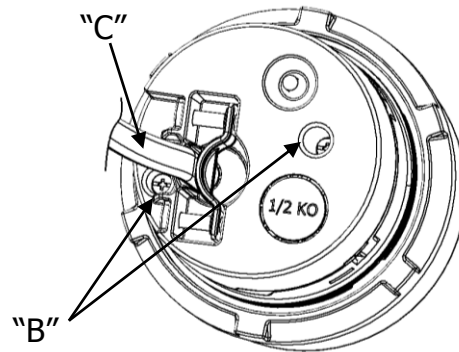

Fig. 3
- Pour les câbles sous gaine non métallique n° 14 AWG, retirer la débouchure en demi-cercle "E" du boîtier de câblage en aluminium "A" (consulter la Fig. 4). Retirer la gaine du câble pour exposer les fils sur 10 cm. et faire passer le câble par la fente. Fixer le câble à la gaine avec le serre-cordon (Fig. 3), puis serrer à un couple de 0,9-1,1 N•m.
- For #14 AWG non-metallic sheathed cable, remove the semicircle Knockout "E" from aluminum wiring housing "A" (see Fig. 4). Remove cable jacket to expose 4 inch long wires, feed the cable through the slot, secure the cable on the jacket with the wire clamp (Fig.3), torque to 8-10 lb•in [0.9-1.1 N•m].
- Pour les câbles sous gaine non métallique n° 14 AWG, retire el semicirculo Knockout "E" de la caja de cableado de aluminio "A" (ver Fig. 4). Quitar el forro del cable para exponer los cables 4 pulg.(10 cm), pasar el cable por la ranura. Fije el cable en el forro con la abrazadera de alambre (Fig. 3), par a 8-10 lb•in [0.9-1.1 N•m].